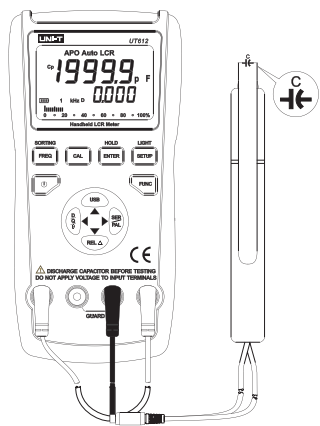

图 11
- 3) 将电容插入测试端口或用相应的附件接入被测电容（如图11）。